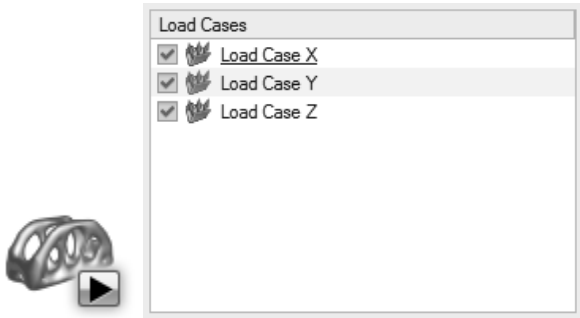

图 5-44
1) 在同时使用 3 种载荷工况的情况下再次运行优化。单击运行优化图标，打开运行优化窗口并选择 3 种载荷工况，如图 5-44 所示。